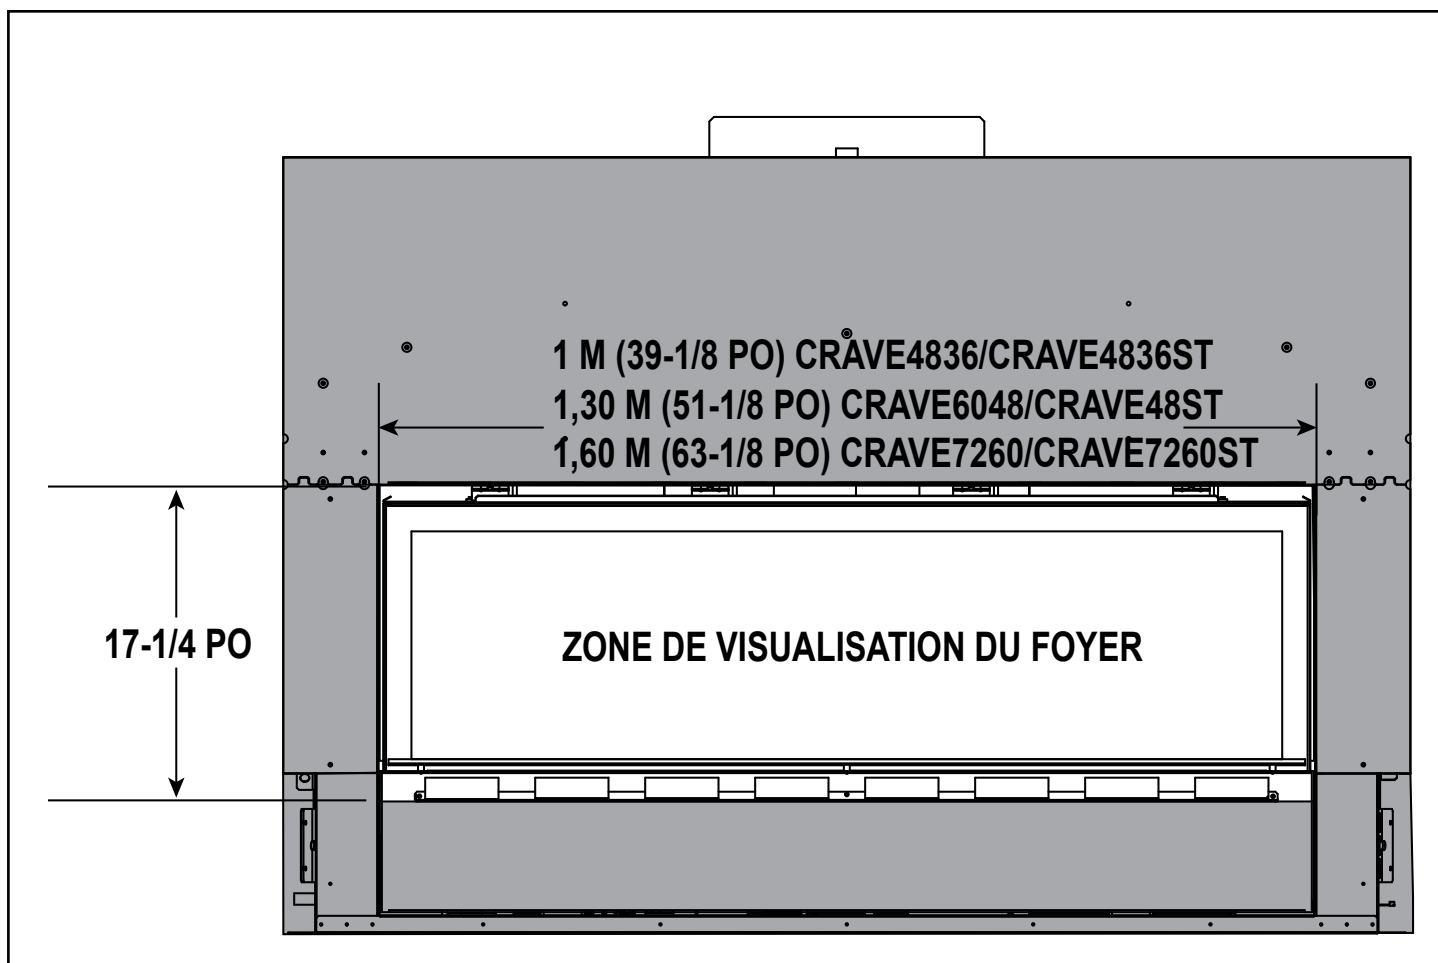

Figure 10.6 Dimensions de l'ouverture finie - méthode d'ajustement superposé
- Un âtre incombustible peut être installé au même niveau que la base de l'appareil ou plus bas. Il ne devrait recouvrir aucune partie de l'appareil. Voir la figure 10.6.